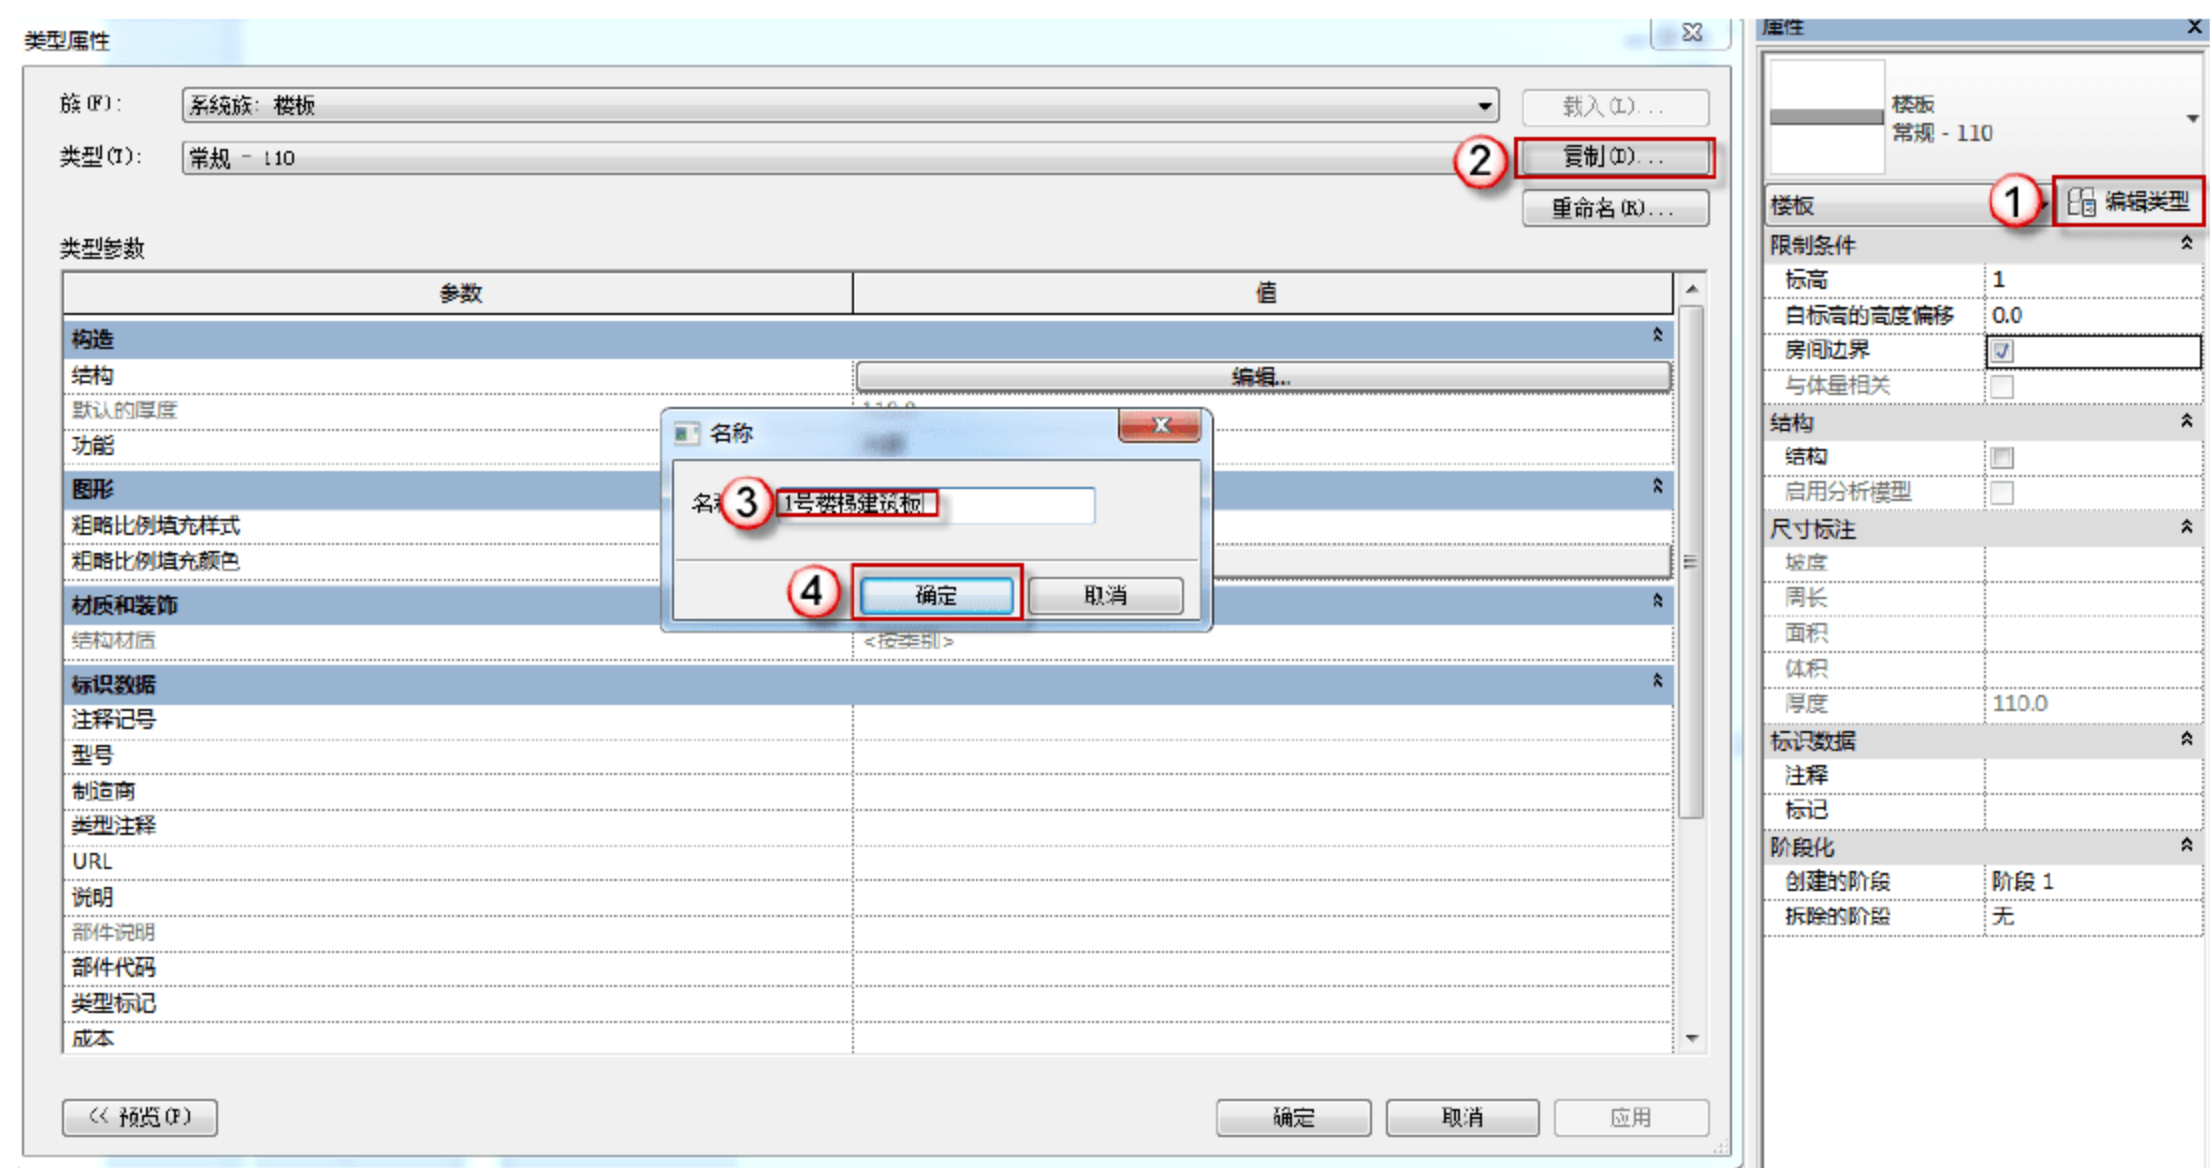

图 11.2.29 复制楼梯板类型
(19) 复制楼梯板类型。选择“建筑”→“楼板”命令，单击“编辑属性”按钮，在弹出的“类型属性”对话框中单击“复制”按钮，弹出“名称”对话框，将名称“常规 110”修改为“1 号楼梯建筑板”，最后单击“确定”按钮完成新建楼梯板类型，如图 11.2.29 所示。